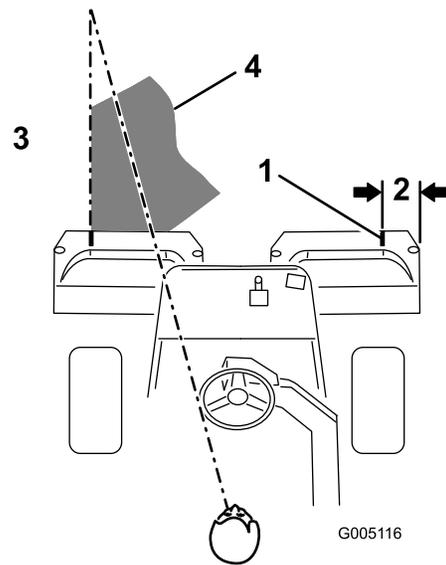

Figura 24
**Nota:** Para ayudar a mantener una línea recta a través del green y mantener la máquina a la misma distancia de la pasada anterior, imagínese una línea que va desde un punto situado a 1,8–3 m aproximadamente por delante de la máquina, hasta el borde de la parte no segada del green (Figura 24). Incluya el borde exterior del volante como parte de la línea imaginaria, es decir, mantenga el borde del volante alineado con un punto que se mantiene